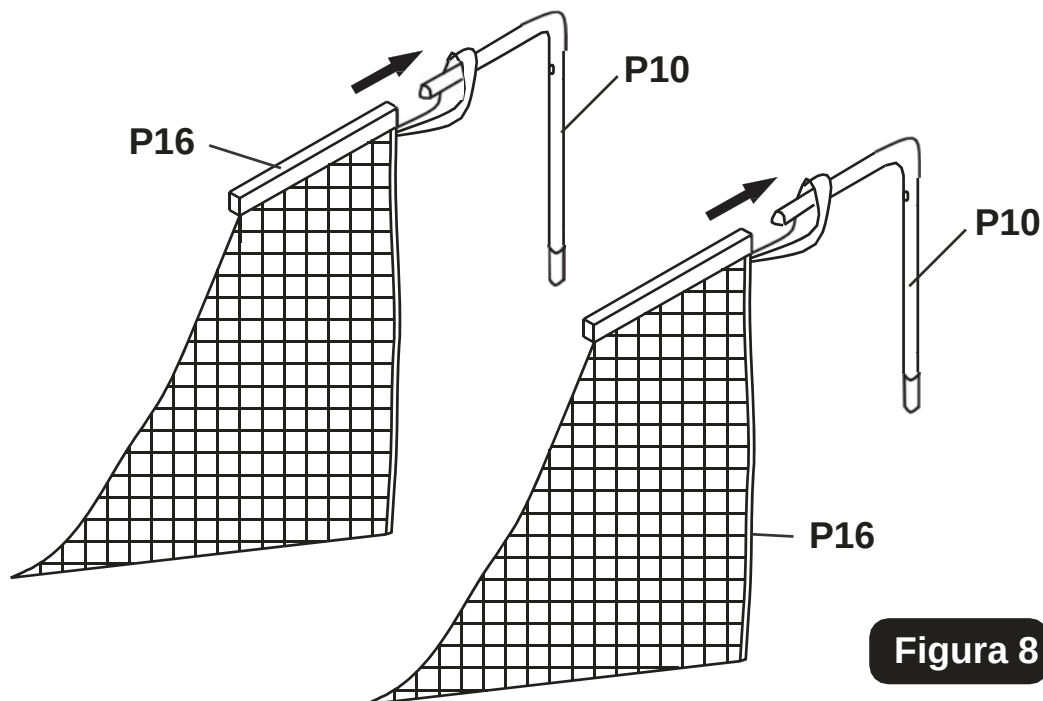

Figura 8
10. Deslice las cintas elásticas y manguito de la Red de la Rampa **P16** en los Tubos Superiores **P10** como se muestra en la **Figura 8**.